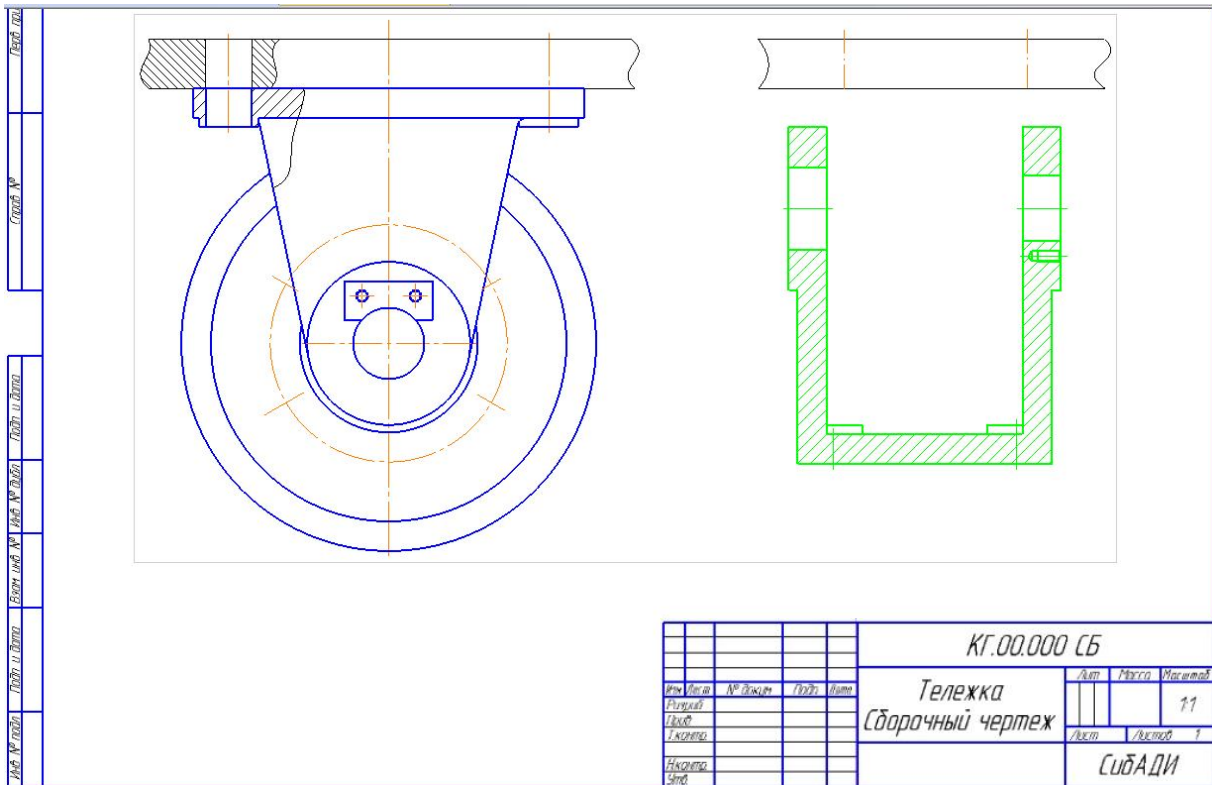

Рис. 4.3. Вставка изображения детали «Кронштейн» в заготовку сборочного чертежа изделия
- Скопируйте выделенный фрагмент в документ с заготовкой сборочного чертежа изделия и расположите, как показано на рис. 4.3. Изображение кронштейна надо перевернуть!